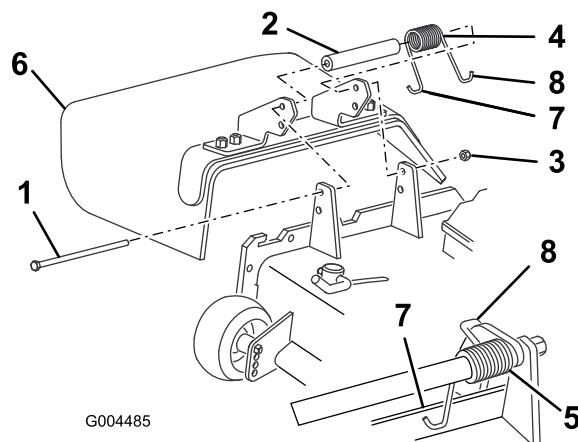

Figura 71
2. Retire a porca de bloqueio, o parafuso, a mola e a cunha que fixam o deflector aos apoios de articulação (Figura 71). Se o deflector de relva estiver danificado ou gasto, retire-o.
3. Coloque a anilha e a mola entre os suportes de substituição do deflector de relva (Figura 71). Coloque a extremidade esquerda em gancho J da mola por trás da extremidade da plataforma.
Nota: Certifique-se de que a extremidade esquerda em gancho J da mola está por trás da extremidade da plataforma antes de colocar o parafuso (como se mostra em Figura 71).
4. Coloque o parafuso e a porca. Coloque a extremidade direita em gancho J da mola à volta do deflector de relva (Figura 71).